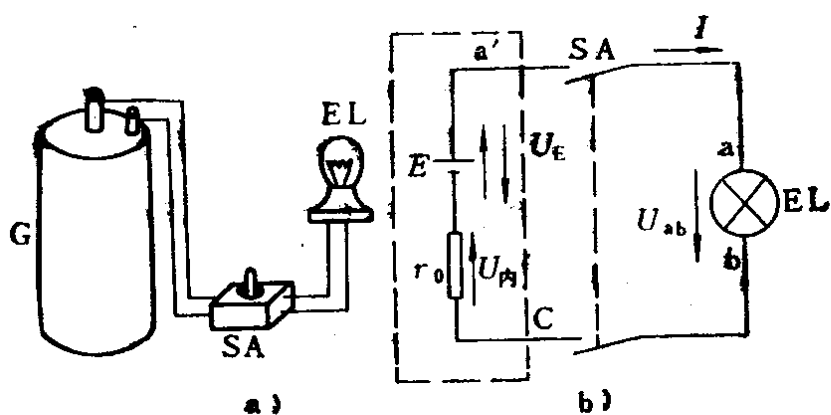

图1-1 电路和电路图
图 1-1 a 是一种电路的最简单的组成形式。用统一规定的图形及文字符号来代表电路组成部分的各元器件，用以反
映电路的联接情况的图，叫电路图。它是安装、检修和调试电路的重要资料。图 1-1 b 是图 1-1 a 的电路图。
2. 电流 图 1-1 中开关 SA 合上后，导体中作无规则运动的自由电子，在电场力的作用下向电源的正极移动而作定向运动。我们把这种电荷作有规则的定向运动称为电流。它的正方向，规定为正电荷移动的方向。它的大小，通常规定以每秒钟内通过导体横截面的电荷量表示，称之电流强度，简称电流，以字母 I 表示。 I 的单位是安 (A)，见附录二。
3. 电压 它是衡量电场做功本领的物理量。在电路中电场力将单位正电荷从 a 点移到 b 点所做的功，在数值上等于 a 点至 b 点间的电压，见图 1-1。表达式为
电压的正方向即在电场力作用下，正电荷移动所指的方向。由图 1-1 可见负载两端电压的方向与通过它的电流的方向一致；电源两端的电压与电源中电流的方向相反。
2. 全电路欧姆定律 包含电源的闭合电路叫全电路，如图 1-1 所示。虚线框内的电路部分叫内电路， E 为电源的电势， r_0 为电源的内阻；虚线框外的电路叫外电路， R 为负载电阻。
例1-4 图 1-1 电路中，SA 断开时 $U_{A'C} = 3 \text{ V}$ ，SA 合上后 $U_{A'C} = 2.9 \text{ V}$ ， $I = 0.2 \text{ A}$ 。求电源电动势 E 及内阻 r_0 各为多少。